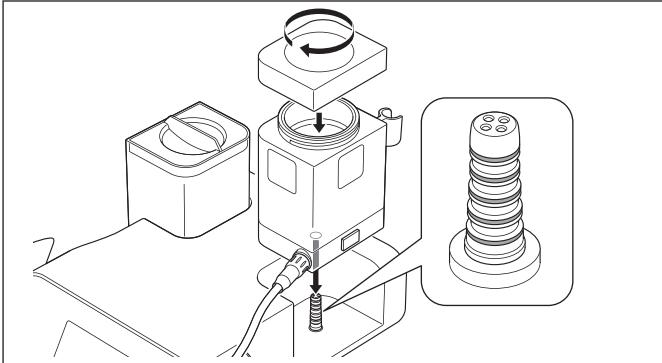
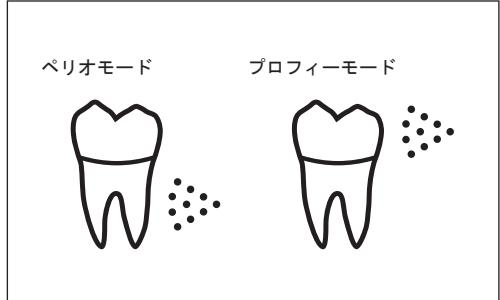

図27
図28
- 2) チャンバーにぴったり合うようにパウダーチャンバー蓋をしっかりと閉め、コントロールユニットにまっすぐ挿し込みます（図27）。パワーモード表示には装着されたチャンバーの種類がアイコンで表示されます（図28）。
- チャンバーをコントロールユニットに挿し込む前に、パウダーチャンバー本体接続部のOリングが損傷、切れてないか確認してください（図27）。作動不良や故障の原因になります。